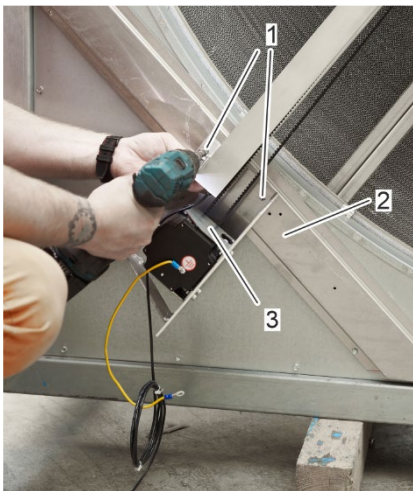

Abbildung 35: Befestigung des motorseitigen Endes der Reinigungsschiene an dem Querträger
19. Befestigen Sie das motorseitige Ende der Reinigungsschiene (Abbildung 35/3) mit selbstschneidenden Schrauben (Abbildung 35/1) an dem Querträger (Abbildung 35/2).